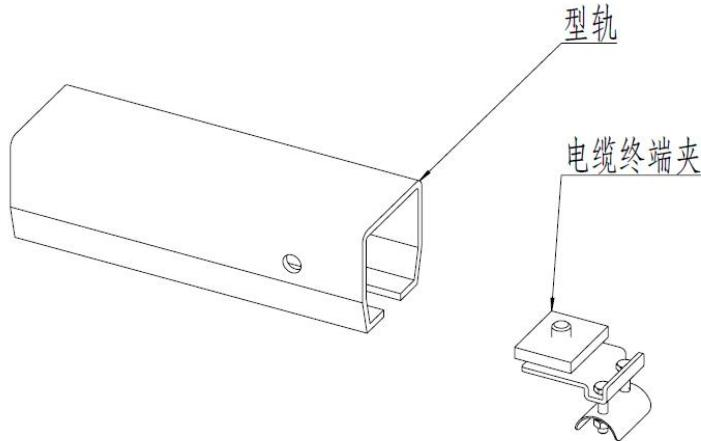

图 8C
8.3 在电缆滑块全部装入主梁后，在主梁末端安装电缆终端止夹并拧紧螺栓（如图 8C）。
8.6 将终端止夹安装到固定型轨的末端，拧紧螺栓（如图 8C）。
8.9 小车全部装入后，在主梁末端安装终端止夹，并且拧紧螺栓（如图 8C）。
8.12 小车全部装入后，在固定型轨的末端安装终端止夹，并且拧紧螺栓。（如图 8C）